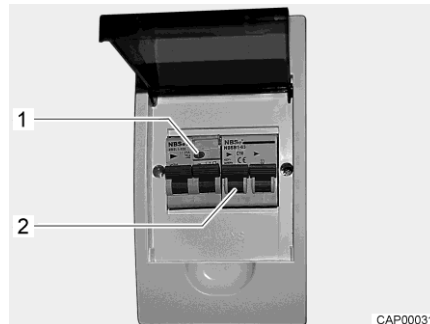

Bild 49 230-V-Sicherungskasten mit Leitungsschutzschalter und FI-Schalter
Ein Fehlerstrom-Schutzschalter (FI-Schalter) im Sicherungskasten sichert das gesamte Fahrzeug gegen Fehlerstrom (0,03 A) ab. Der nachgeschaltete Leitungsschutzschalter (10 A) (Bild 49,2) sichert das 230-V-Bordnetz ab.
- Wenn das Fahrzeug an die 230-V-Versorgung angeschlossen ist, die Prüftaste (Bild 49,1) drücken. Der Fehlerstrom-Schutzschalter muss auslösen.